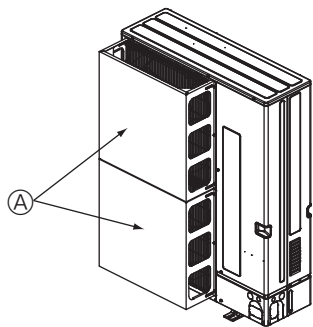
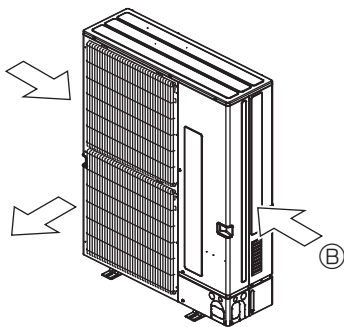

Fig. 2-15
Fig. 2-16
- ① Monter en luftledeplade (ekstraudstyr), hvis enheden installeres på et sted, hvor kraftig blæst fra stormvejr osv. kan komme direkte ind i luftudblæsningen. (Fig. 2-15)
② Luftledeplade
- ② Anbring om muligt enheden således, at luftudblæsningen blæser vinkelret på den fremherskende vindretning. (Fig. 2-16)
③ Vindretning